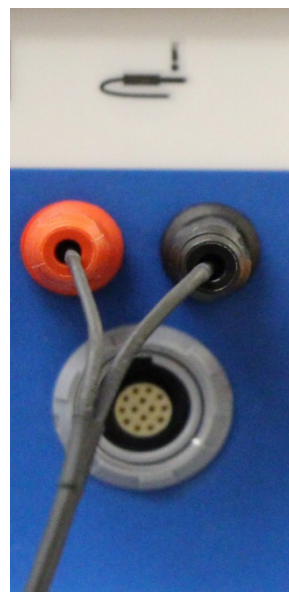

Figura 16
5. Introduceți conexiunile de culoare roșie și neagră corespunzătoare în conectorii termocuplului; consultați Figura 16.